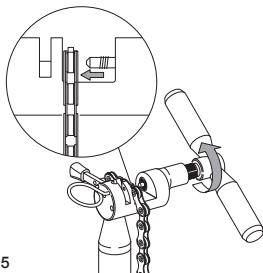

Fig.5
- enroscar la herramienta hasta que el perno no haya salido completamente del orificio del eslabón (Fig. 5).